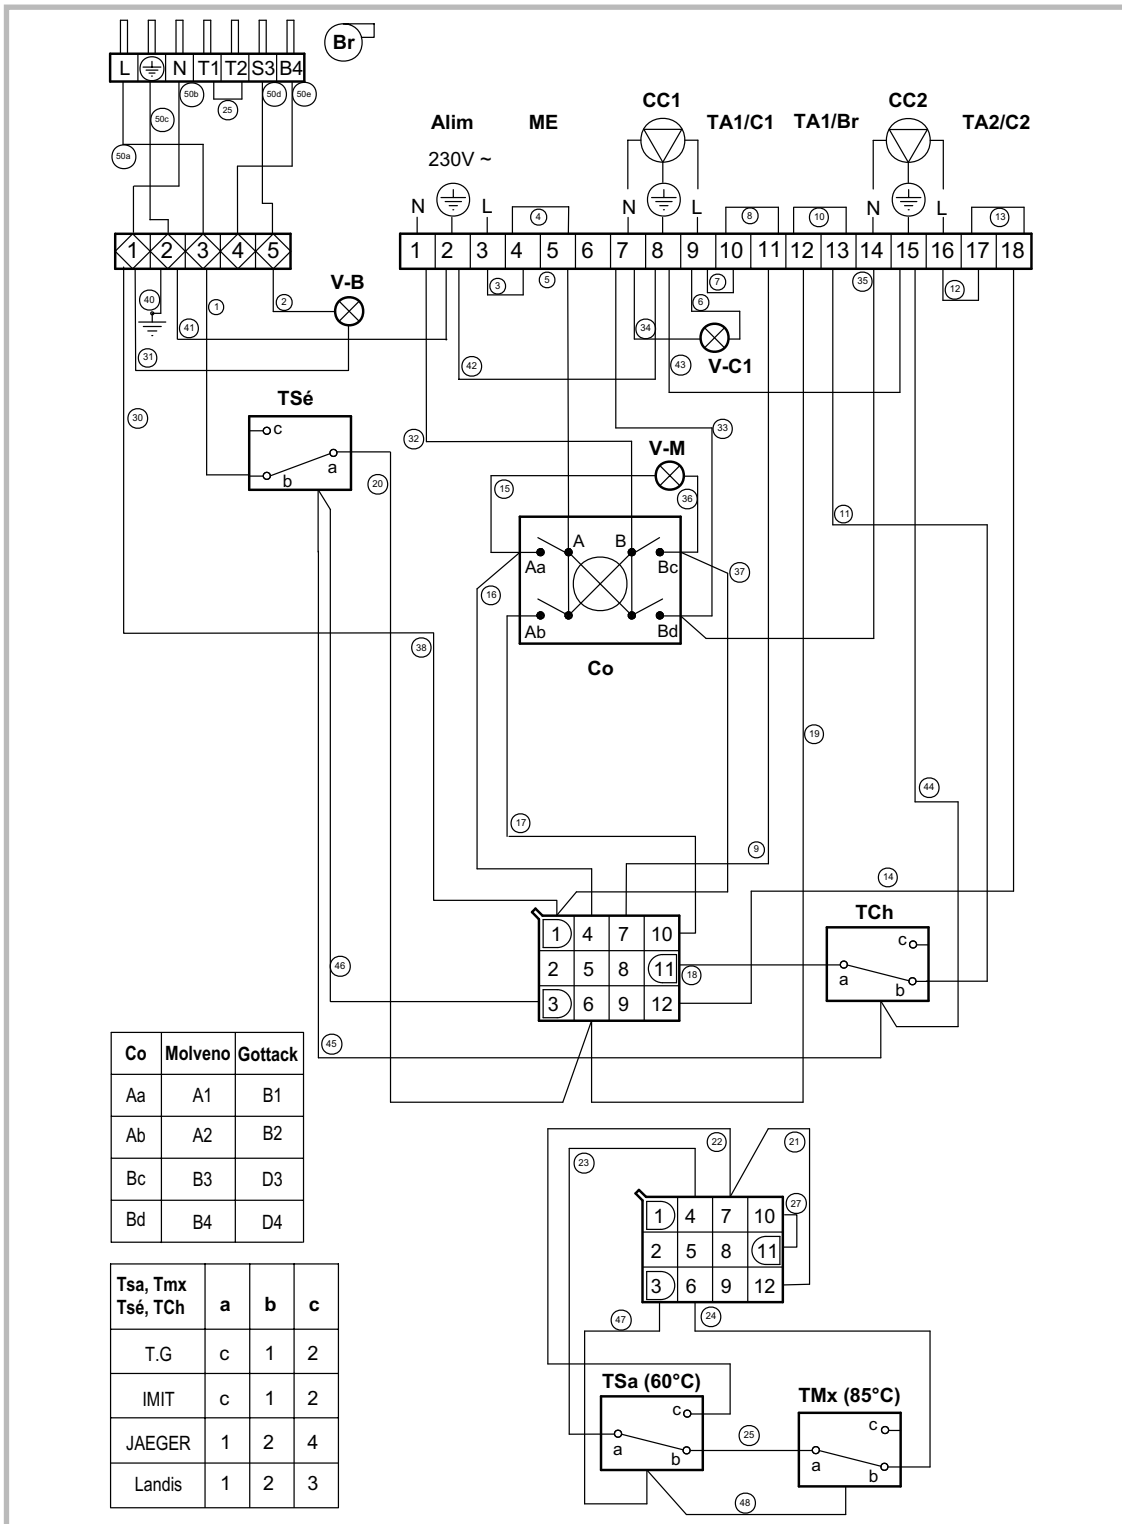

Figure 19 - Câblage électrique (chaudière)
- Effectuer les raccordements suivant les schémas (fig. 19 et 18).